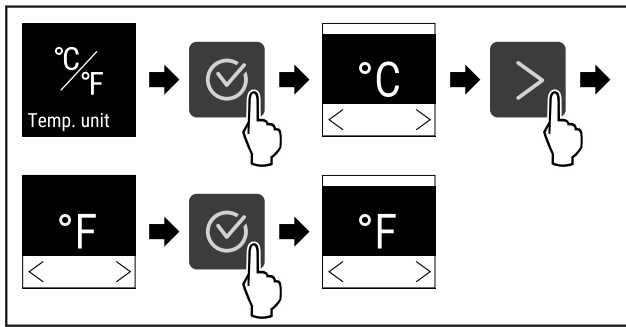

Fig. 83
- ▶ Hajtsa végre a művelet lépéseit (lásd Fig. 83) .